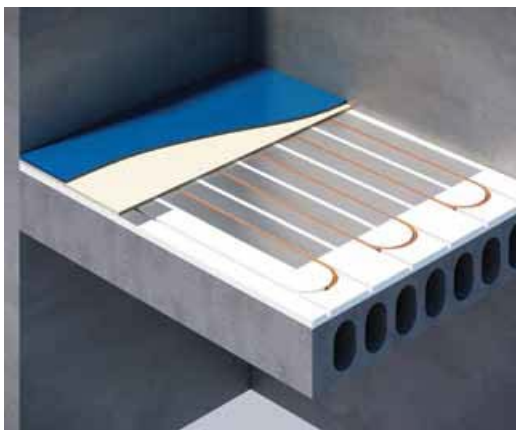

Fig. 2
- Wavin Gulvvarmerør plassert i Wavin EPS gulvvarmeplate med varmfordelingsplate og innstøpt i betong eller avrettingsmasse (Fig. 2)